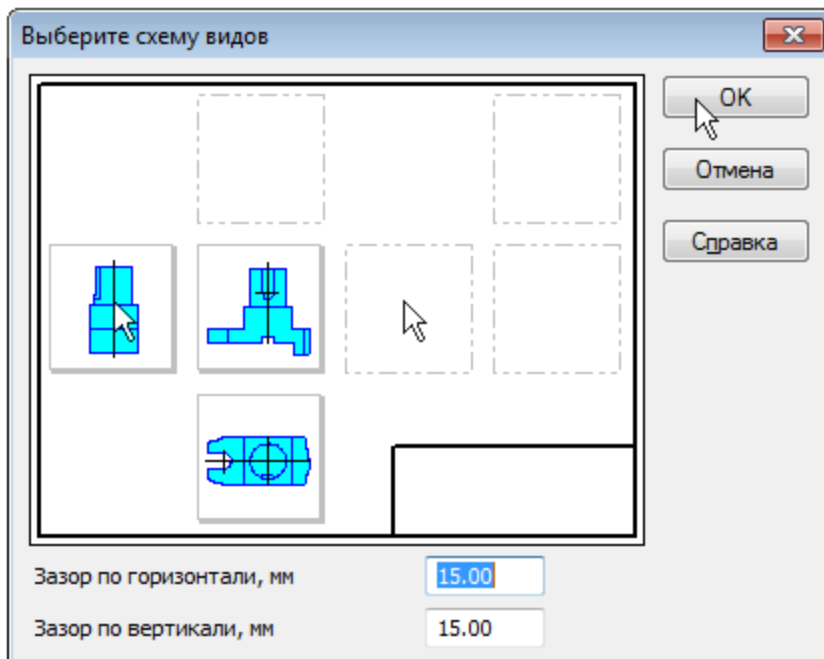

Рисунок 11.
- Откажитесь от создания вида Слева и включите создание вида Справа. Нажмите ОК (рис. 11).